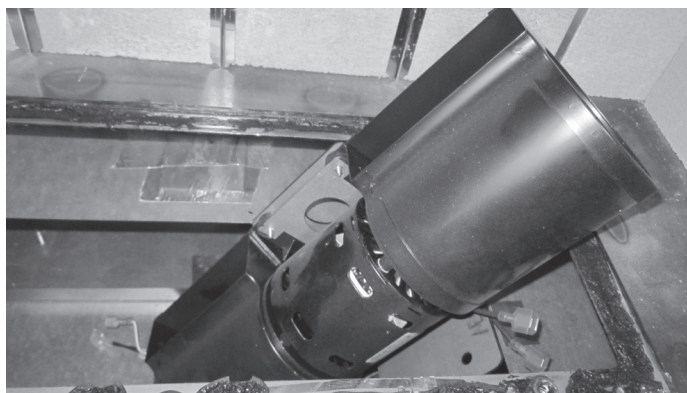

Figure 4.14 Retirez le ventilateur du trou d'accès.
5. Soulevez le ventilateur et retirez-le des broches de positionnement, puis sortez-le par le trou d'accès. Voir la figure 4.14.